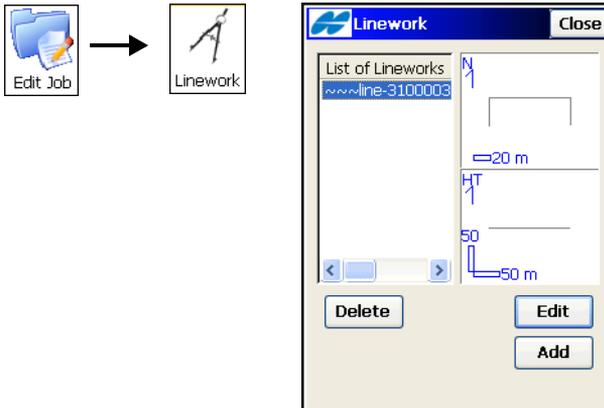

Abbildung 6-26. Edit Linien
1. Tippen Sie zum Erstellen neuer Linien im Fenster **Linien** auf **Neu**. Das Fenster **Edit Linie** erscheint (Abbildung 6-26).
2. Zum Löschen von Linien aus der Liste tippen Sie auf **Löschen** (Abbildung 6-26 auf Seite 6-20).
3. Um Linieneigenschaften zu bearbeiten, tippen Sie doppelt auf eine Linie oder markieren sie in der Liste. Tippen Sie dann auf **Edit** (Abbildung 6-26 auf Seite 6-20).